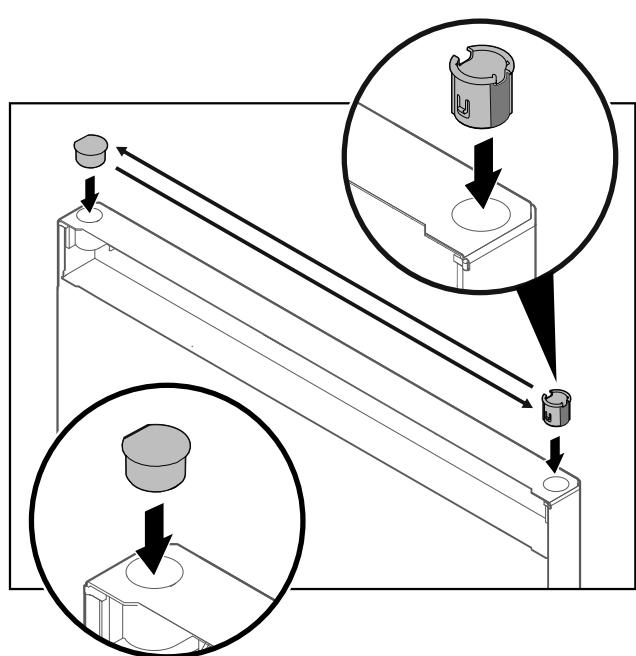

Fig. 27
- Витягніть шарнірну втулку Fig. 27 (1) пальцями.
- За допомогою шліцевої викрутки обережно підніміть заглушку Fig. 27 (2) та витягніть її.